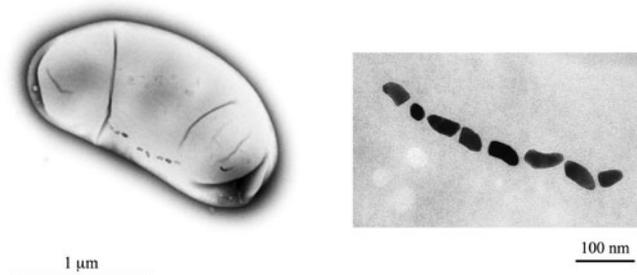

図2 磁性細菌 (*Desulfovibrio magneticus*, RS-1株) の透過電子顕微鏡写真。細胞の中に並んだ粒上のが磁気微粒子。拡大すると、磁気微粒子の形態が弾丸状に制御されていることがわかる。
**新垣** — 菌体内で磁石を作り出す微生物を総称して磁性細菌とよびます。1970年代に、米国の研究者により、ボストン近郊の塩湖で発見されました。その後、世界中の川、池、海岸、油田、深海などに広く分布していることがわかり、これまでに、少なくとも属レベルで10グループが存在することがわかっています。最も多くの種類が発見されているのは、根粒菌や光合成細菌などが含まれる「 $\alpha$ プロテオバクテリア」に属するグループで、らせん状や球状の細菌などが知られています。いずれの磁石も脂質二重膜に覆われ、形の整った50～100ナノメートルほどのもの10～20個が、数珠のように連なっているのが特徴です(図2)。ただし、培養可能になっているのは、私たちの研究室で分離された3株を含め、世界に20株もないといわれています。